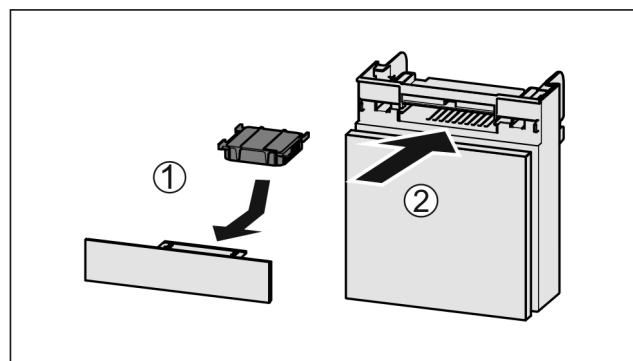

Fig. 141
- Sätt in Fig. 141 (1) aktivtkolfiltret enligt bilden.
- Skjut in Fig. 141 (2) lådan.